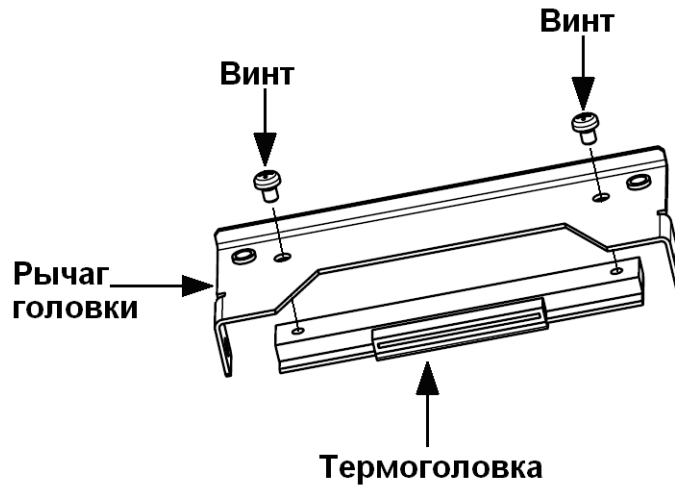

Рис.20 Снятие термоголовки
6. Открутите винты, соединяющие рычаг головки с термоголовкой и снимите термоголовку (см. Рис. 20).